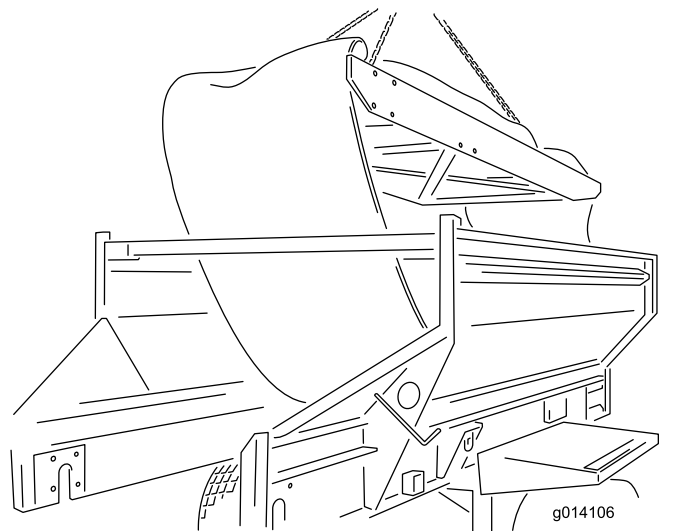

Figura 61
24. Retire el casete izándolo desde la parte superior de la máquina. Colóquelo sobre el suelo (Figura 61).